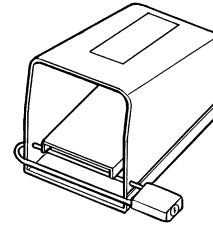

Figura 1 – Interruptor de pie con el pestillo trabado
- **Cuando no se use la máquina, bloquee el interruptor de pie con su pestillo (Figura 1).** Esto evita la puesta en marcha involuntaria de la máquina.